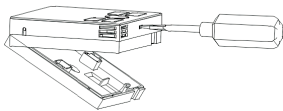

Fig.1
1. Steek een rechte schroevendraaier in de onderste opening, kantel deze naar beneden en druk tegen de sluiting om de bovenste en onderste behuizing van elkaar te scheiden (Fig. 1).